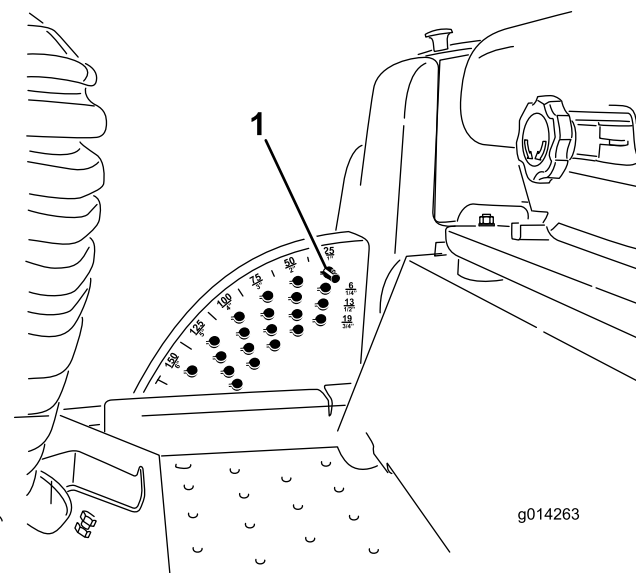

Figure 15
Remarque: Pour bloquer le tablier de coupe en position relevée, relevez-le au-delà de la position 15 cm (6 po), retirez la goupille de butée de hauteur de coupe (voir Réglage de la hauteur de coupe (page 22)) et insérez-la à la position 15 cm (6 po) (Figure 15).
1. Lorsque le moteur tourne, repoussez la commande de relevage du tablier de coupe en arrière jusqu'à ce que le tablier soit complètement relevé puis **relâchez immédiatement la commande** (Figure 15).
2. Pour régler la hauteur de coupe, tournez la goupille de butée jusqu'à ce que la saillie s'aligne sur les fentes dans les trous du support de hauteur de coupe et déposez-la (Figure 15).
3. Placez la goupille dans le trou du support correspondant à la hauteur de coupe voulue et tournez-la pour la verrouiller en place (Figure 15).
Remarque: Il y a 4 rangées de trous (Figure 15). La première rangée donne la hauteur de coupe indiquée au-dessus de la goupille. La deuxième rangée donne la hauteur indiquée plus 6 mm (1/4 po). La troisième rangée donne la hauteur indiquée plus 12 mm (1/2 po). La dernière rangée donne la hauteur indiquée plus 18 mm (3/4 po). Un seul trou, situé dans la deuxième rangée, correspond à la hauteur 15,8 cm (6 po). Il n'ajoute pas 6 mm (1/4 po) à la hauteur de 15,8 cm (6 po).